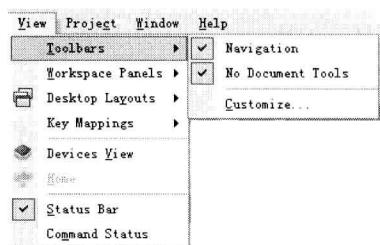

图 1-7 “View”菜单
“View”（视图）菜单主要用于工具栏、工作窗口面板、命令行以及状态栏的显示和隐藏，如图 1-7 所示。
- ◆ “Toolbars”（工具栏）命令：用于控制工具栏的显示和隐藏。单击一次开启，再单击一次则关闭打开的工具栏，如图 1-7 所示。